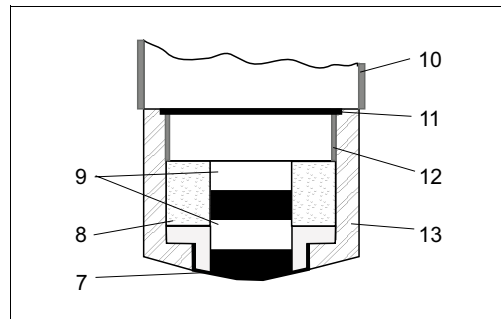
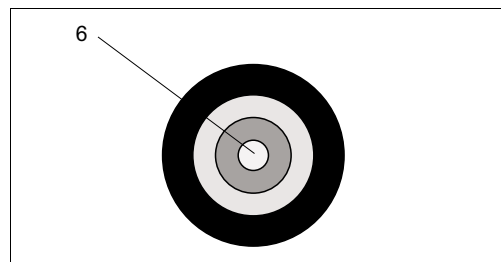

Fig. 18: Testa del sensore, schema ritaglio
Fig. 19: Testa del sensore, vista dall'alto
- Testa del sensore con catodo in oro e anodo (fig. 18, fig. 19)
- Coperchio membrana con elettrolita (fig. 18, pos. 13 and 8)